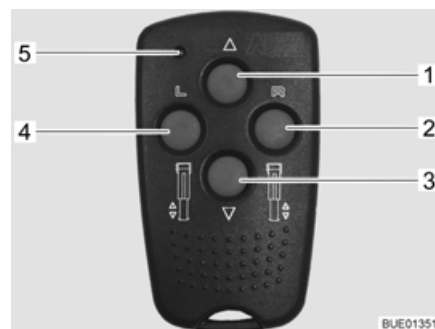

Fig. 49 Telecomando per piedini di stazionamento elettrici
- Preselezione: piedino di stazionamento sinistro (Fig. 49,4)
- Preselezione: piedino di stazionamento destro (Fig. 49,2)
- Inserimento piedino di stazionamento (Fig. 49,1)
- Estrazione piedino di stazionamento (Fig. 49,3)
- LED di controllo (Fig. 49,5)
Ogni volta che si preme un tasto, il LED di controllo (Fig. 49,5) lampeggia.
- Premere il tasto di preselezione del lato dei piedini di stazionamento (Fig. 49,2 o 4) per circa 1 secondo.
- Entro 2 secondi, premere il tasto "Estrazione piedino di stazionamento" (Fig. 49,3) e tenerlo premuto finché il piede di sostegno (Fig. 51,4) non appoggia sul pavimento.
- Entro 2 secondi, premere il tasto "Inserimento piedino di stazionamento" (Fig. 49,1) e tenerlo premuto finché il piede di sostegno (Fig. 51,4) non è completamente inserito. Quando il piedino di stazionamento è completamente inserito, viene emesso un segnale di controllo.